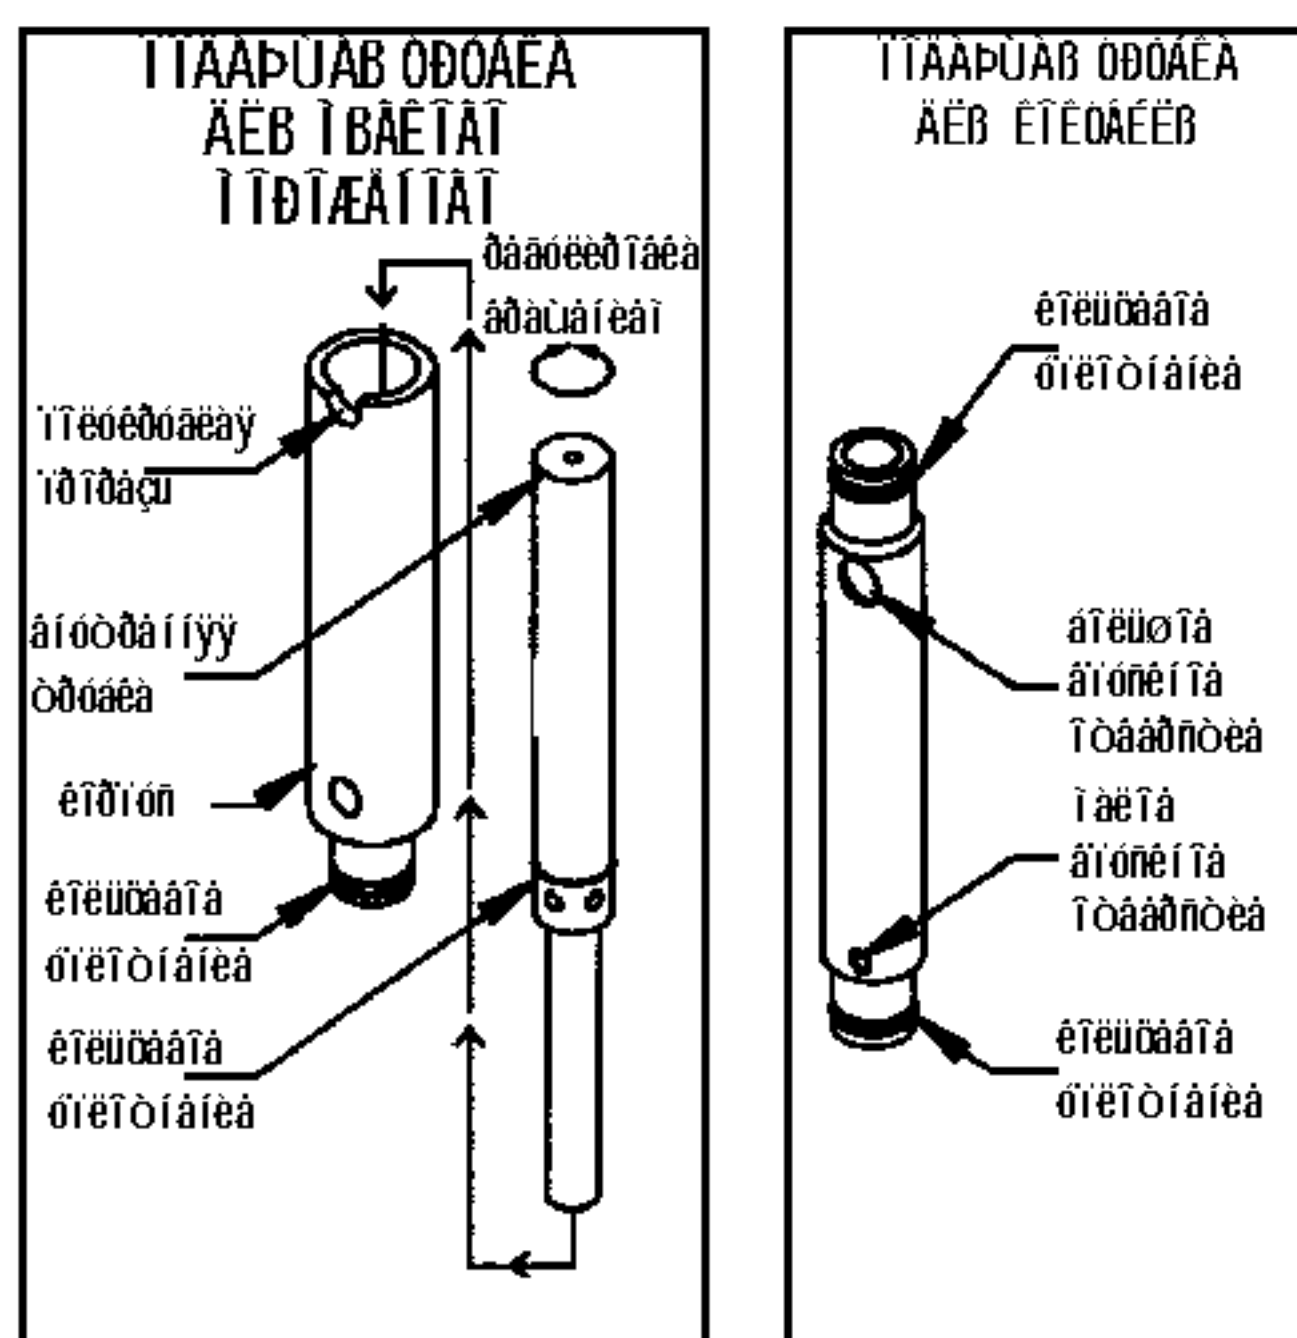

Рис. 7. Узел подающей трубки
- б. Выньте из ванны для смеси подающую трубку (Рис. 7). Разберите и помойте в следующем порядке: